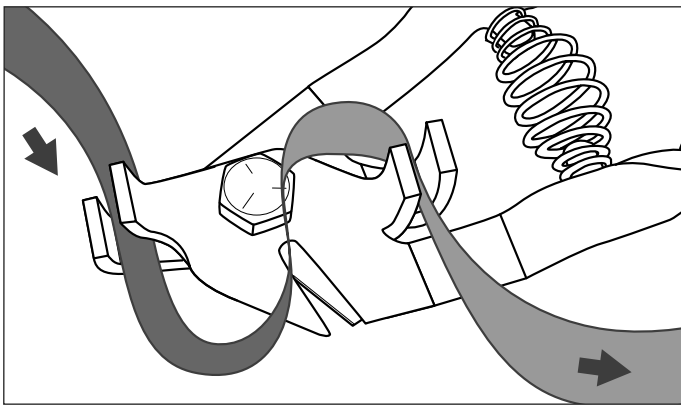

Figure 1
1. Enfiler le feuillard en poly dans les deux pinces du sertisseur et serrer les poignées pour sertir le feuillard. (Voir figure 1)